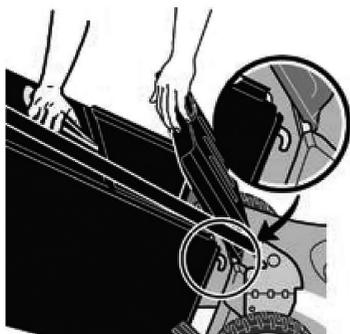

Рис. 6. Установка травосборника
6. Установите травосборник. Для этого одной рукой возьмите травосборник за рукоятку, другой рукой поднимите вверх заднюю крышку деки газонокосилки, зацепите крючки травосборника за ось задней крышки деки газонокосилки, после чего отпустите травосборник и медленно отпустите заднюю крышку деки газонокосилки (Рис. 6).